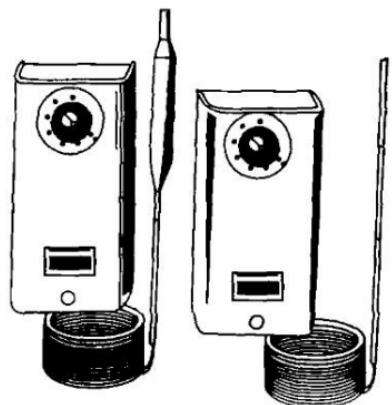

Рис. 28. Реле температуры
8.3. В холодильных установках применяют реле температуры с термочувствительным баллоном, заполненным жидкостью (рис. 28). Реле температуры монтируют вне охлаждаемого объема, а баллон — на испарителе или рядом с ним. Для проверки работоспособности реле температуры устанавливают контрольный термометр рядом с термобаллоном. Через 10 мин контакты реле температуры должны разомкнуться при температуре, которая не более чем на 2°C превышает температуру контрольного термометра. Если этого не происходит, то следует незначительно подрегулировать реле на требуемый диапазон. Если же требуется значительная регулировка, то реле следует заменить.